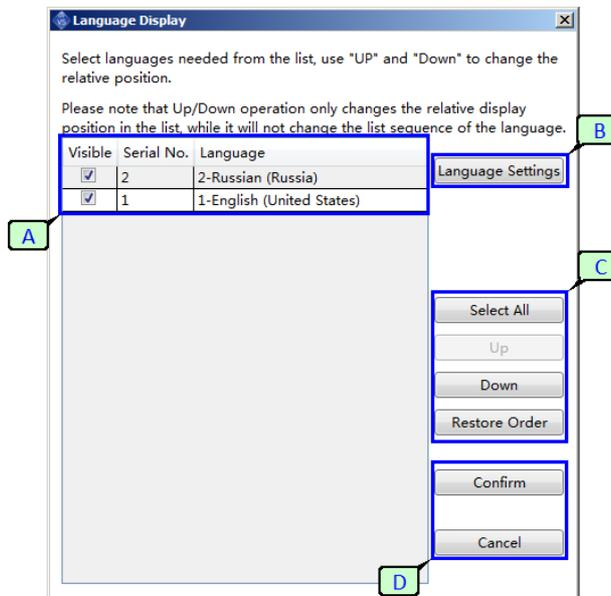

Рисунок 138 - Настройка отображения многоязычных текстов
2. Настройка отображения многоязычных текстов (рисунок 138). При нажатии данной кнопки будет выведено окно настройки, показанное на рисунке, с помощью которого можно настроить порядок отображения текстов при наличии нескольких языков в проекте.